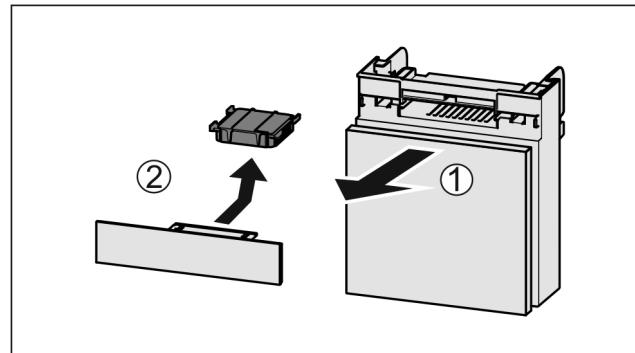

Fig. 200
- ▶ Extraire le compartiment par l'avant Fig. 200 (1).
- ▶ Sortir le filtre à charbon actif Fig. 200 (2).